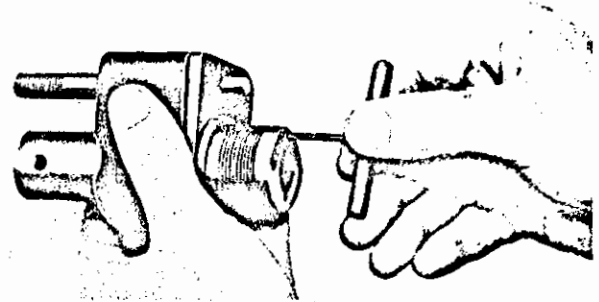

Fig. 10 – Escariando los conductos de combustible del cuerpo
- c. Sirviéndose del escariador imantado No. 8194040, Fig. 10, límpiense los conductos de aceite del cuerpo. Para sujetarlo puede utilizarse el tornillo de mano No. 8069988. En la parte inferior del cuerpo hay otros dos conductos además de los dos de combustible, el conducto de ventilación de detrás, y el conducto cuya entrada se halla en el lado opuesto al agujero poco profundo para el calibrador de distribución.